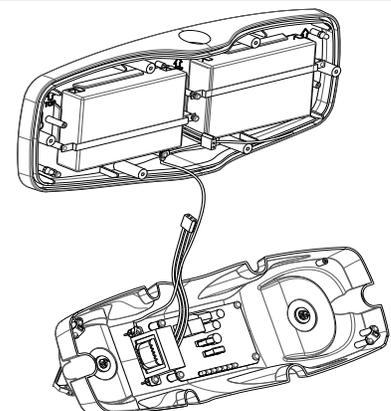
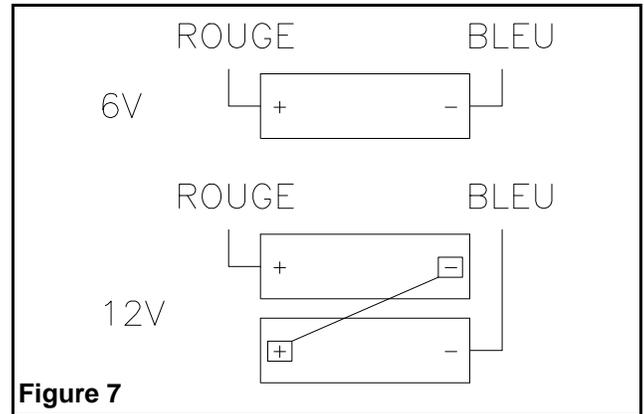
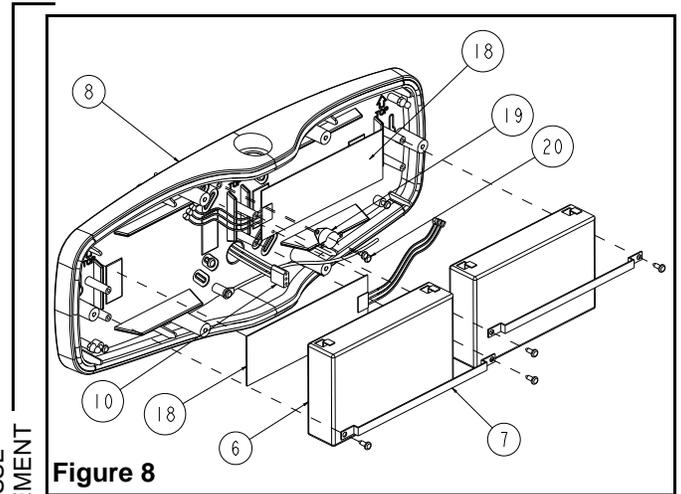

Figure 6
Figure 7
Figure 8
- a. Remettre les batteries en place (se référer à la figure 7 pour le raccordement des batteries.) Remettre le module électronique en place tel que montré à la figure 6.
- a. Raccorder le chauffe batterie (18) au thermostat (19) ainsi qu'au cordon d'alimentation C.A. (10) (voir figure 8).
- c. Remettre les batteries en place. Il est très important de replacer le chauffe batterie (18) entre la batterie (6) et la plaque arrière (8) tel qu'illustré à la figure 8. Se référer à la figure 7 pour le raccordement des batteries. Remettre le module électronique en place tel que montré à la figure 6.
7. Pour les unités ayant assez de capacité pour raccorder des phares satellites, connecter les phares aux terminaux L+ et L- (voir figure 7).